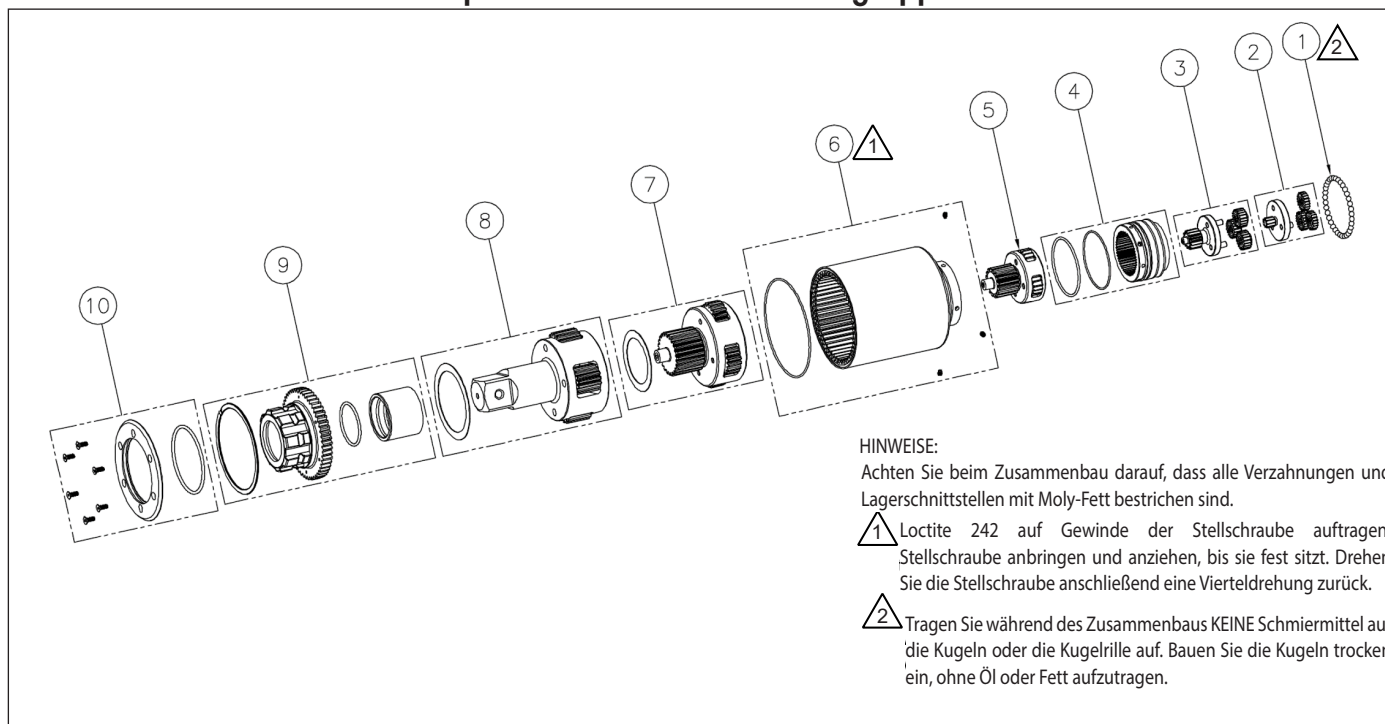

Abbildung 11: TW6000SR Getriebe-Baugruppe
9.7.1 Tabelle der Teile (Abbildung 11)